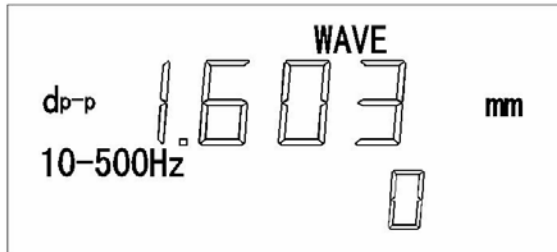

图 3-7
4.按 **Run/Stop** 键，进入测量状态，这时测量结果显示在液晶屏上，见图 3-7；